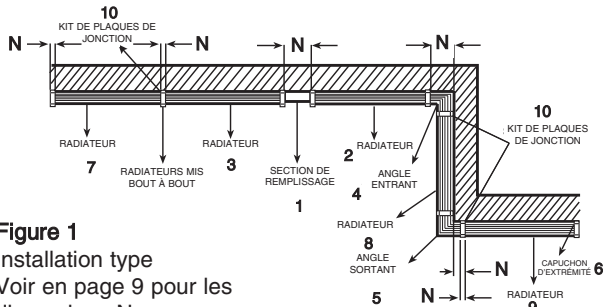

Figure 1
Vérifiez les dimensions de section des radiateurs et la longueur de mur additionnelle nécessaire pour les accessoires télescopiques (Figure 1) avant de commencer une installation de type mur-à-mur. Assurez-vous que tous les radiateurs et accessoires nécessaires sont à portée de main et que leur finition est correcte.
4. Si c'est nécessité par le site, installez une section de remplissage (1, Figure 1) sur le radiateur (2) ou bien (3) au moyen de quatre vis #6 fournies avec cette section de remplissage (Référez-vous à la Figure 5). Mettez au rebut le capuchon d'extrémité de section de remplissage dans cette application.
Remarque : Des avant-trous de 1/4" pour le montage sont fournis dans chaque boîtier de raccordement. Ces trous ne peuvent être utilisés que quand il n'y a pas d'installation d'accessoires à glisser à l'intérieur à cette extrémité du radiateur (comme quand les radiateurs (3 et 7) sont mis bout-à-bout comme montré en Figure 1).